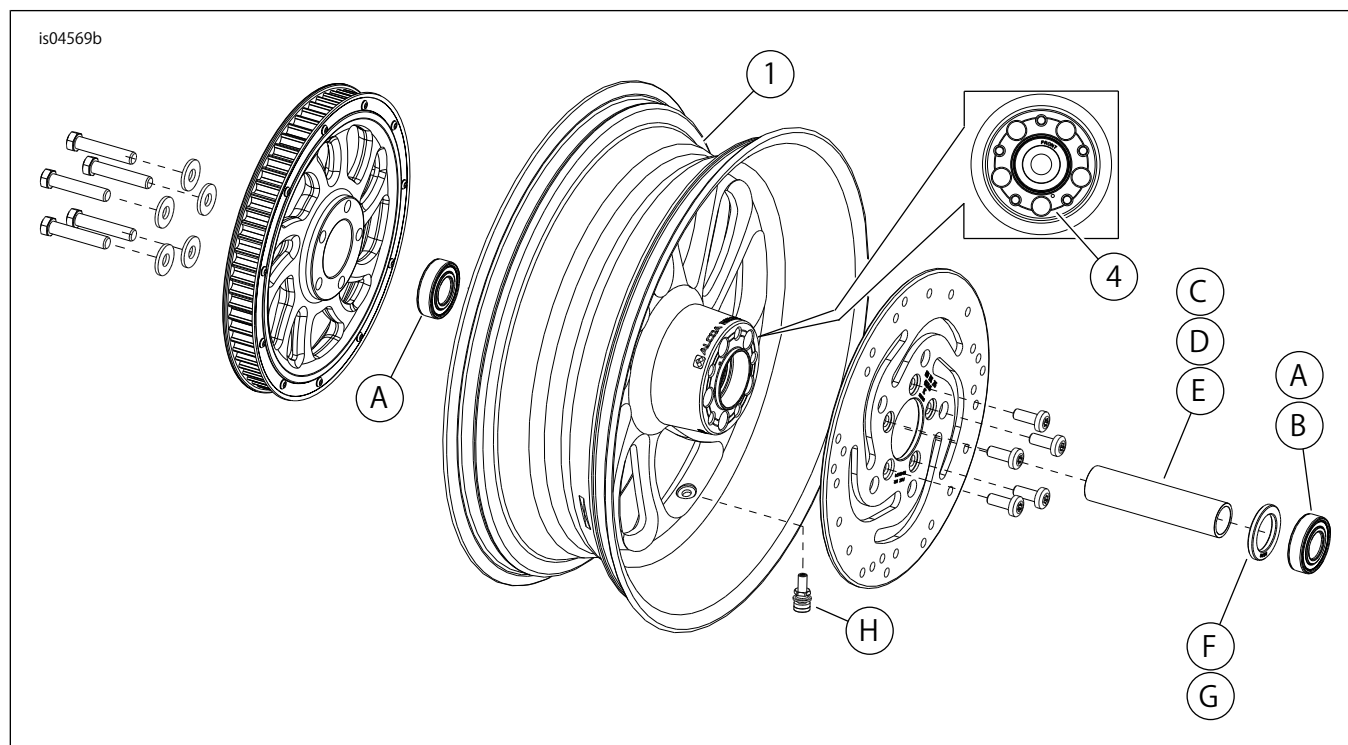

図1。交換用パーツ：リアブレードホイール(17inホイール表記)
「図1」および「表2」を参照してください。
2. 図1を参照してください。ホイールにバルブシステムアッセンブリー(H)を取り付けます。サービスマニュアルを参照してください。